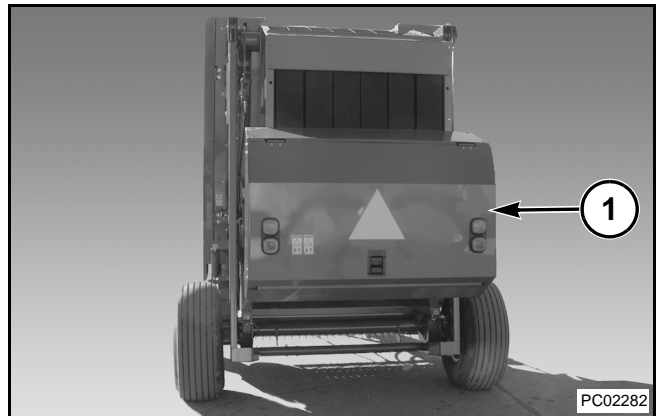

FIG. 20
FIG. 20: La enfardadora cuenta con un sistema de envoltura de malla opcional (1), que va montado detrás de la enfardadora y es capaz de sostener dos rollos de envoltura de malla.